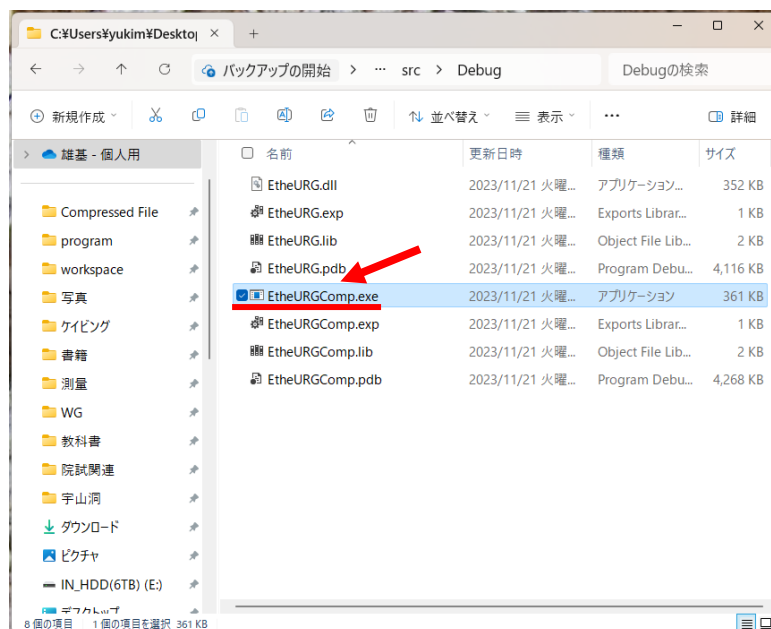

図 33 "[プロジェクト名]Comp.exe" ファイル
- ⑨ 図 33 のようにエクスプローラーで、本プロジェクトでダウンロードしたすべての RTC プロジェクトファイル内にある次の階層の "[プロジェクト名]Comp.exe" ファイルをそれぞれダブルクリックし、起動させる。